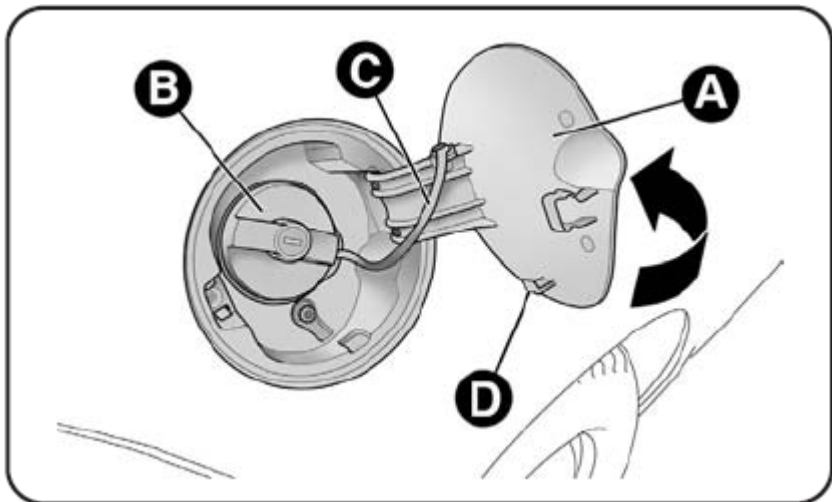

Рис. 74
- 1) Откройте дверцу **A** – рис. 74 и потяните ее к внешней стороне, удерживая пробку **B**, вставьте ключ зажигания в замок и повернуть его против часовой стрелке.